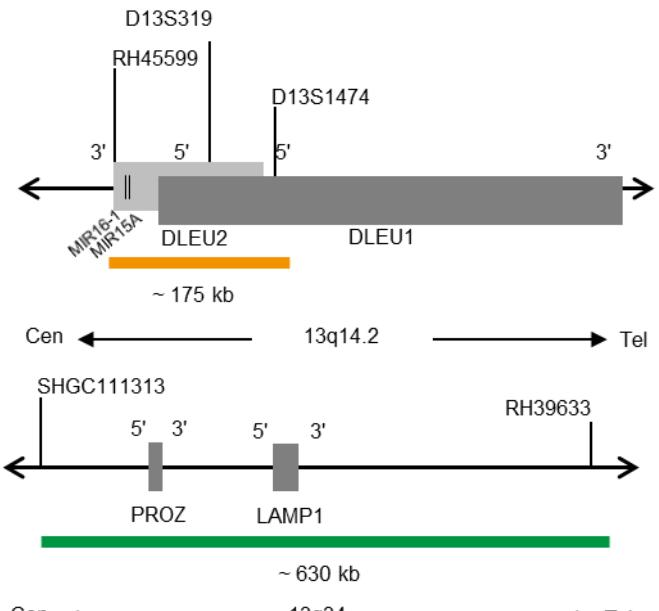

Fig. 1: Cima: SPEC D13S319 Mapa da sonda; Baixo: SPEC 13q34 Mapa da sonda (sem escala)
- Polinucleótidos (~4.5 ng/μl) com marcação ZyOrange (excitação 547 nm/emissão 572 nm), dirigidos ao mapeamento de sequências alvo em 13q14.2* (chr13:50,607,438-50,781,256) contendo o gene D13S319 (ver Fig. 1).
- Polinucleótidos (10.0 ng/μl) com marcação ZyGreen (excitação 503 nm/emissão 528 nm), dirigidos ao mapeamento de sequências alvo em 13q34* (chr13:113,691,216-114,323,467) (ver Fig. 1).